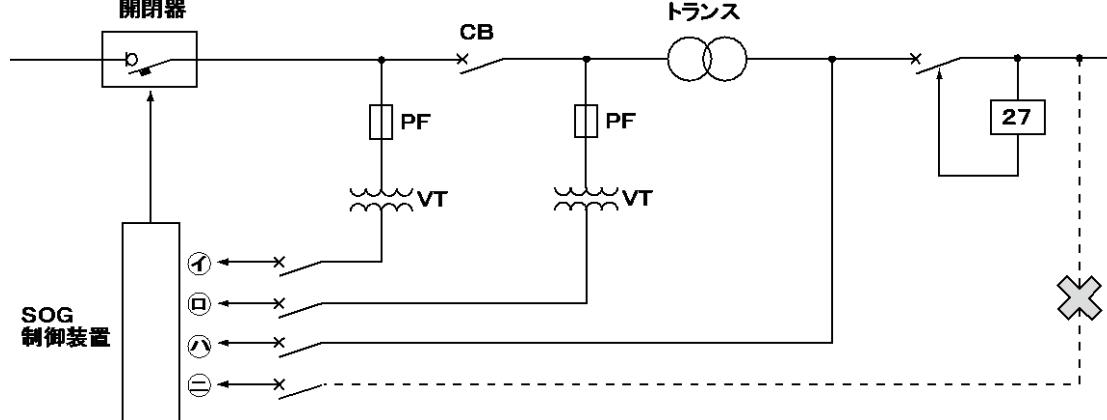

図9 制御電源のとり方
- ① 1. 25 mm²以上の600Vビニル絶縁電線（IV）、600Vビニル絶縁ケーブル（CVV）などを使用してください。
- ② 制御電源を別系統からとればSO動作（過電流→停電→蓄勢トリップ）ができません。
- ③ 制御電源用のスイッチが開いたり、ヒューズが溶断したりして、制御電源が切れることがないよう注意してください。
- ④ 操作変圧器（VT）は計器用変圧器を利用できます。
- ⑤ 雷サージなどの異常電圧はP2端子から接地へ放電するようにしていますので、P2端子に制御電源の接地相側を接続してください。
- ⑥ ⑦のとり方をしますと、もし電圧低下で27が動作し、配線用遮断器が開放すると制御電源がなくなりますので、配線用遮断器再投入までに事故が発生したとき、本開閉器で保護することができません。
- ⑦ 図9において①のとり方を推奨します。
① 公のとり方をしますと、主導断特置
- ④、⑤の通り方をじよると、主遮断装置の負荷側で過電流事故が発生したこと、主遮断装置の遮断と同時に本開閉器もSO動作で開放します。